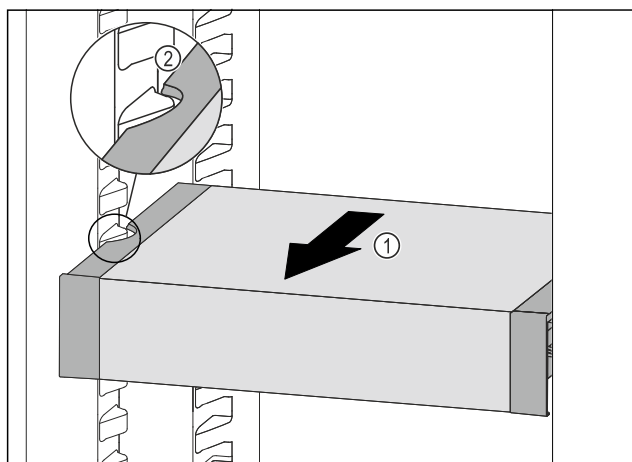

Fig. 98
- ▶ VarioSafe pociągnąć w przód Fig. 98 (1), aż boczne wycięcia szuflady VarioSafe będą się znajdować na wysokości żeber pojemnika w chłodziarce. Fig. 98 (2)